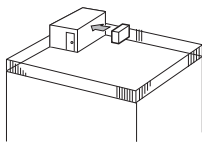

Fig. 2-4
- ① Pagarieziet gaisa izplūdes atveri pret tuvāko pieejamo sienu tā, lai tā atrastos 35 cm attālumā no sienas. (Fig. 2-4)